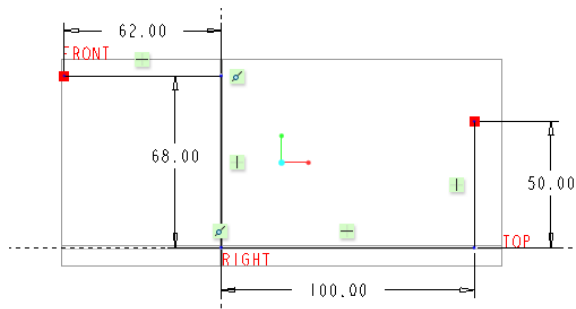

图 1-289 草绘
(1) 在功能区的“模型”选项卡中单击“形状”组中的 (拉伸) 按钮，打开“拉伸”选项卡。
(2) 选择 FRONT 基准平面定义草绘平面，快速进入草绘模式。
(3) 绘制图 1-289 所示的图形，单击 (确定) 按钮。